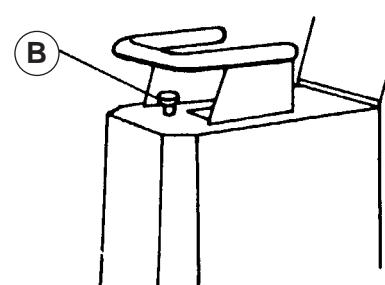

FIG. 6
- Par l'orifice, verser l'eau dans le réservoir (contenance 22 litres). Le débit d'eau est réglé par le bouton moleté (**B**) [VOIR FIG. 6].